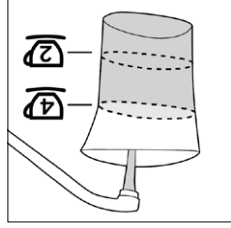

Figura 4
(Figura 4).
marca que indica 4 tazas (4) y vierta dentro del depósito de agua (Figura 4).